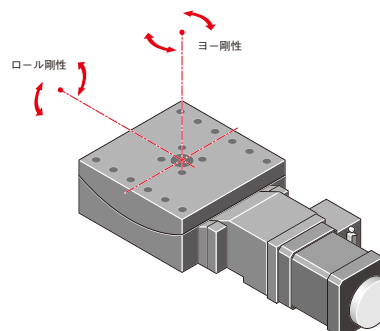

図3-16-4 モーメント剛性
3.16-4 傾斜ステージのモーメント剛性[図3-16-4]